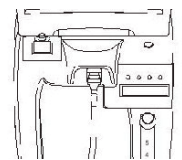

Figura 3
9.1.1. Para conectar el catéter nasal (Figura 3)